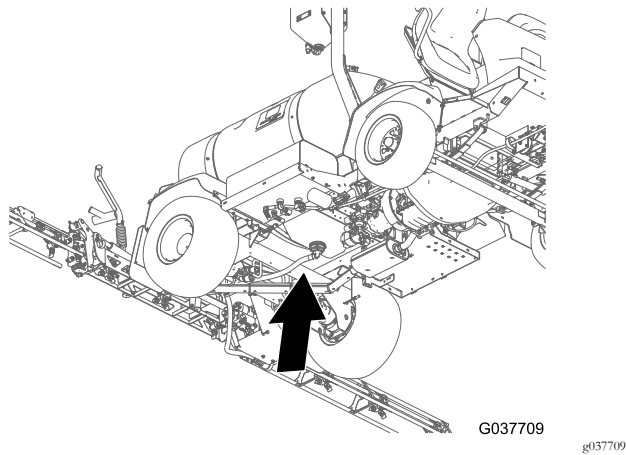
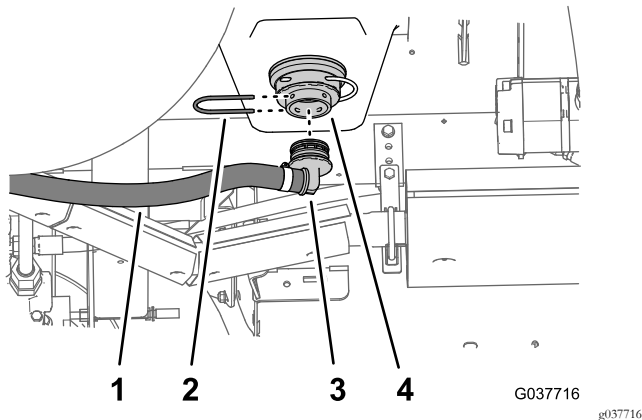

図 75
図 76
4. ドレンホース25 x 67cmの90°ホースフィッティングを、タンク底部のアダプタフィッティングに取り付ける 図 75と 図 76。
5. 90° ホースフィッティングを、アダプタフィッティング付きのリテーナ 図 76 ステップ1 バイパス用とドレン用のホースを取り外す (ページ 13) で外したのものに取り付ける。